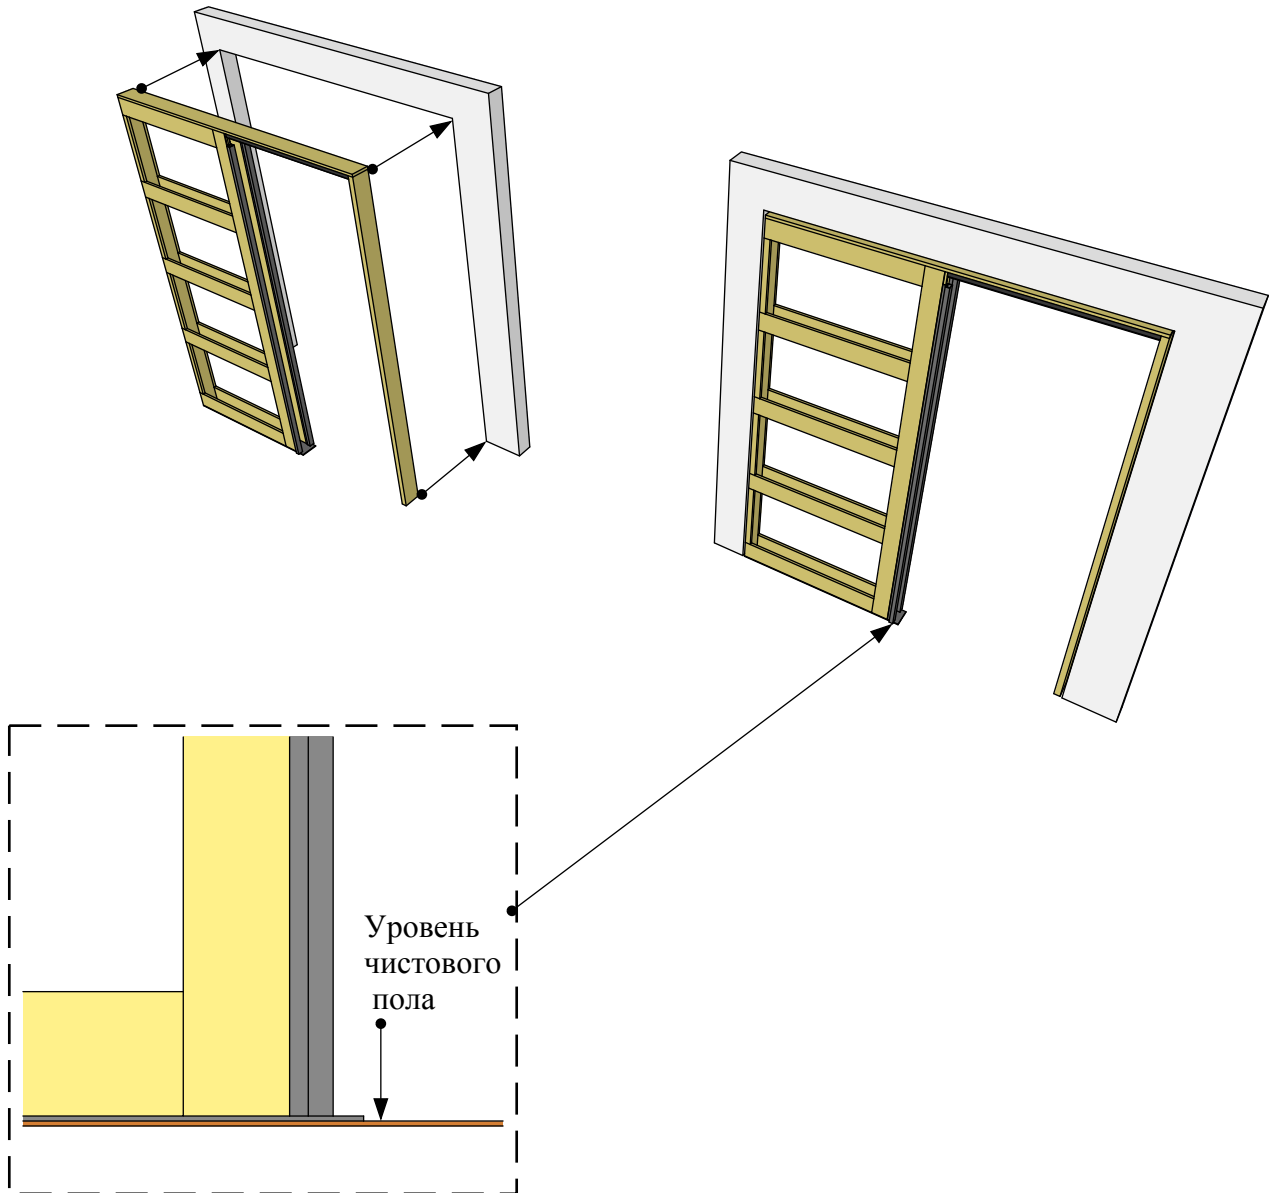

Рисунок 16
5. Установить собранный пенал в проём (Рис. 16).